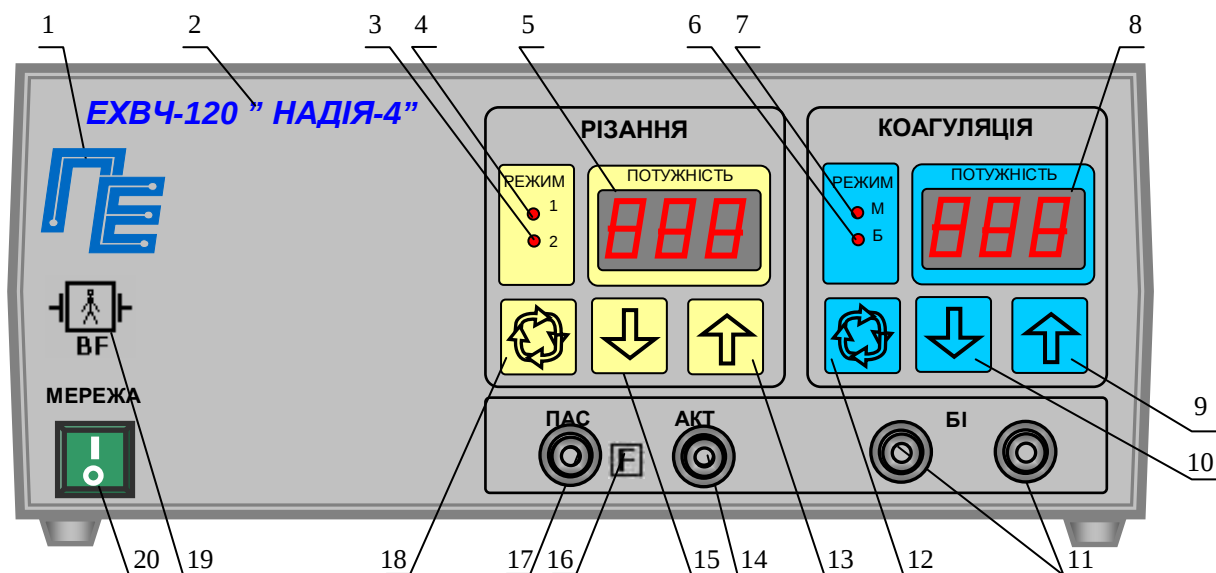
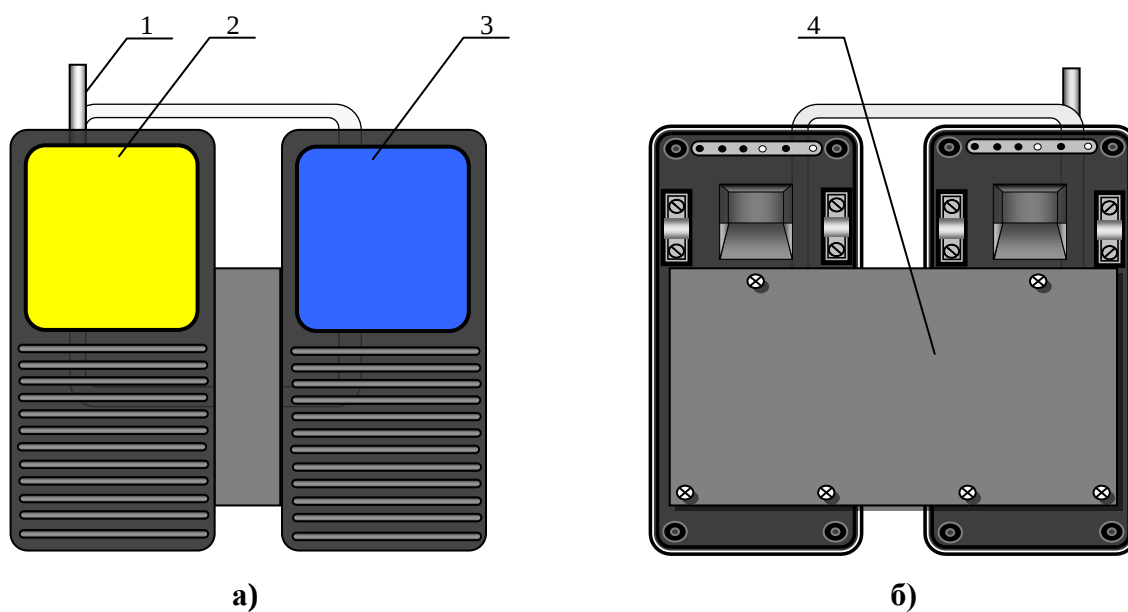

Рис.1. Передня панель електронного блоку.
Рис. 3. Ножна педаль
Конструктивно апарат виконаний у вигляді двох окремих блоків - електронного блоку (рис. 1,2) і ножної педалі (рис. 3).
На передній панелі електронного блоку розташовані наступні органи управління і індикації (рис.1):
Конструкція ножної педалі (рис.3) є підлоговою конструкцією, на якій розташовано дві рухомі платформи: ліва (2) - для включення виду роботи РІЗАННЯ, права (3) - КООГУЛЯЦІЯ.
- включити апарат, для чого встановити вимикач “МЕРЕЖА” в положення “I”. При цьому висвітлюються індикатори: “МЕРЕЖА”, вибраних режимів роботи. На індикаторах (5,8 рис.1) висвітлюються цифри встановленого рівня вихідної потужності;
- перевірити переключення режимів роботи, для чого послідовно натискаючи кнопки (12, 18 рис.1), переконатися, що апарат послідовно перемикає режими 1, 2 для РІЗАННЯ і режимів М, Б для КООАГУЛЯЦІЯ по послідовному загорянню відповідних індикаторів (3, 4, 6, 7 рис.1);